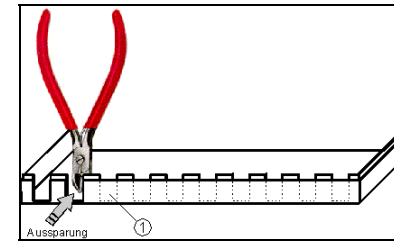

Bild 5: Montageaussparungen
Zunächst müssen die Kabeleinführungen für den Netzanschluß und den Anschlussleitungen der Fühler und Pumpen in der Gehäusewanne ausgespart werden. Hierfür sind Materialverjüngungen zum Ausschneiden vorgesehen (Bild 5, Pos. ①). Jede Kabeleinführung benötigt zwei senkrechte Einschnitte in die Wandung der Kunststoffwanne. Als Schneidwerkzeug kann ein Kabelmesser oder ein Elektronik-Seitenschneider verwendet werden. Die Einschnitttiefe sollte maximal bis zu einem Abstand von 2 mm zum Gehäuseboden gewählt werden. Anschließend wird die entsprechende Kunststofflasche durch mehrmaliges hin- und herbewegen ausgebrochen.